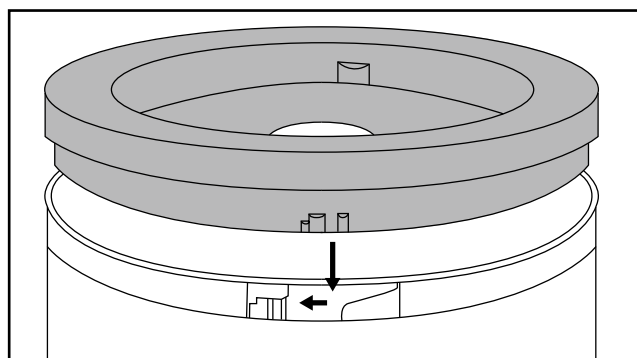

Fig. 1
- Placez-la sur le bol **8** de sorte que les ergots sur le bord extérieur de la pièce intermédiaire **4** s'enclenchent dans les rails du bol **8** (voir figure 1).